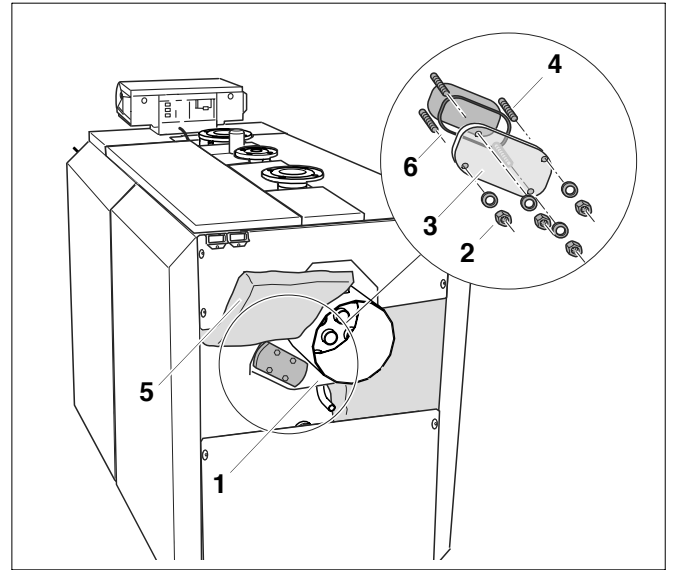

Fig. 51 Montarea capacului de curățare (este redată poziția capacului de curățare pentru modelele de cazan SE635 230 – 280 kW și SK635 265 – 325 kW)
- Rabatați în sus izolația termică a colectorului de gaze arse (fig. 51, **poz. 5**), astfel încât capacul de curățare să poată fi remontat pe colectorul de gaze arse.
- Așezați capacul de curățare al colectorului de gaze arse (fig. 51, **poz. 3**) cu garnitura amplasată pe șuruburile-prezon (fig. 51, **poz. 4**).
- Fixați capacul de curățare (fig. 51, **poz. 3**) cu piulițele și șaibele aferente (fig. 51, **poz. 2**) pe colectorul de gaze arse (fig. 51, **poz. 1**). Cuplul de strângere este de 12 Nm (strâns bine de mână).